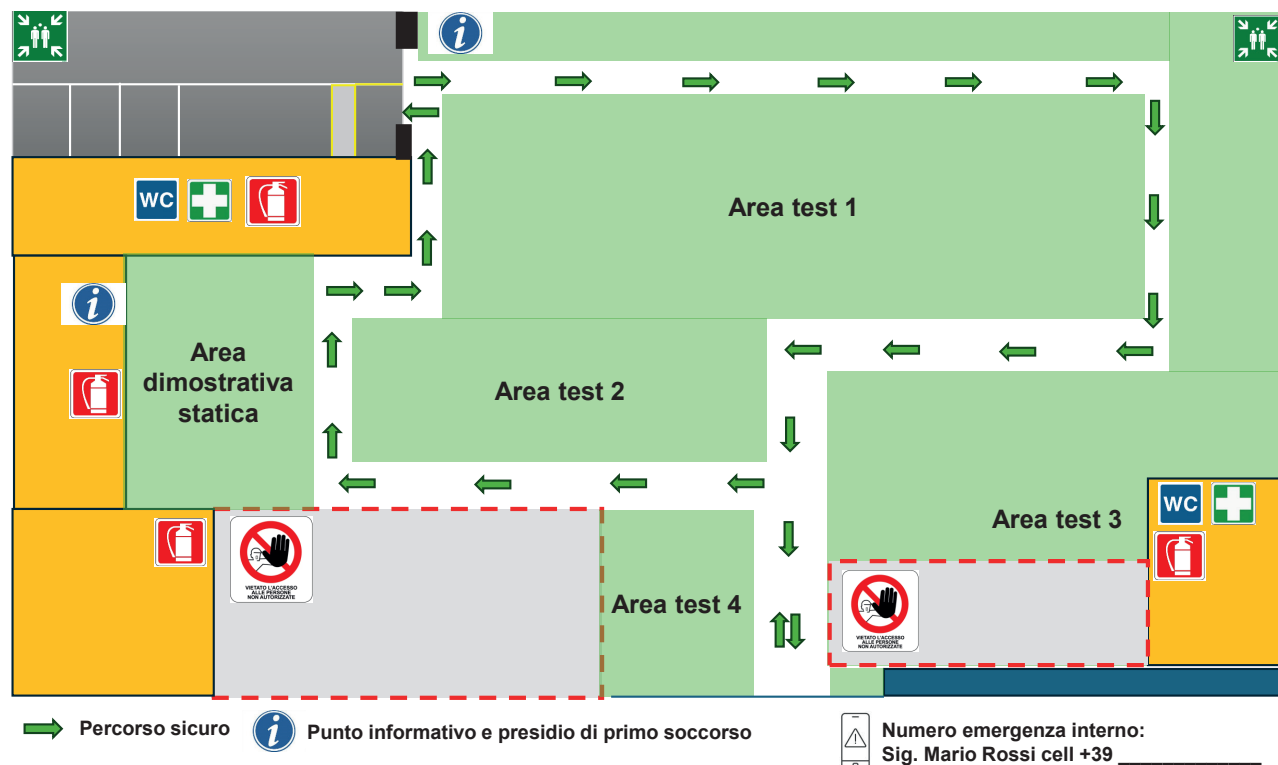

Figura 2. Esempio di mappa dell'azienda con percorso, punti di raccolta e altre informazioni utili.
- Può essere molto utile che il visitatore o l'utente possa ricevere all'inizio dell'attività una mappa del percorso che verrà svolto in azienda con tutte le indicazioni, sia quelle relative alla sicurezza (attenzioni e divieti), sia quelli relativi ai servizi (ubicazione dell'entrata, parcheggio, servizi igienici, ecc.), sia sui luoghi oggetto di visita (aree sperimentali, aree test, ecc.) Uno schema tipo è riportato nella figura 2.